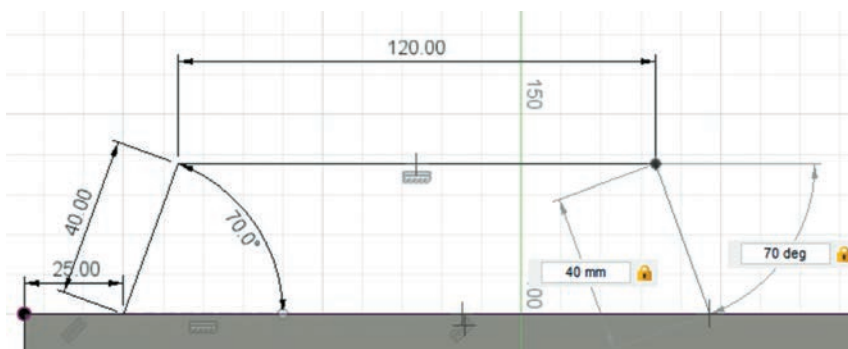

Рис. 57. Изображение третьего отрезка «пути»
3.8. И закончим направляющую для нашей ручки таким же отрезком, как и в начале, — отрезком длиной 40 мм и углом наклона 70° (рис. 57).